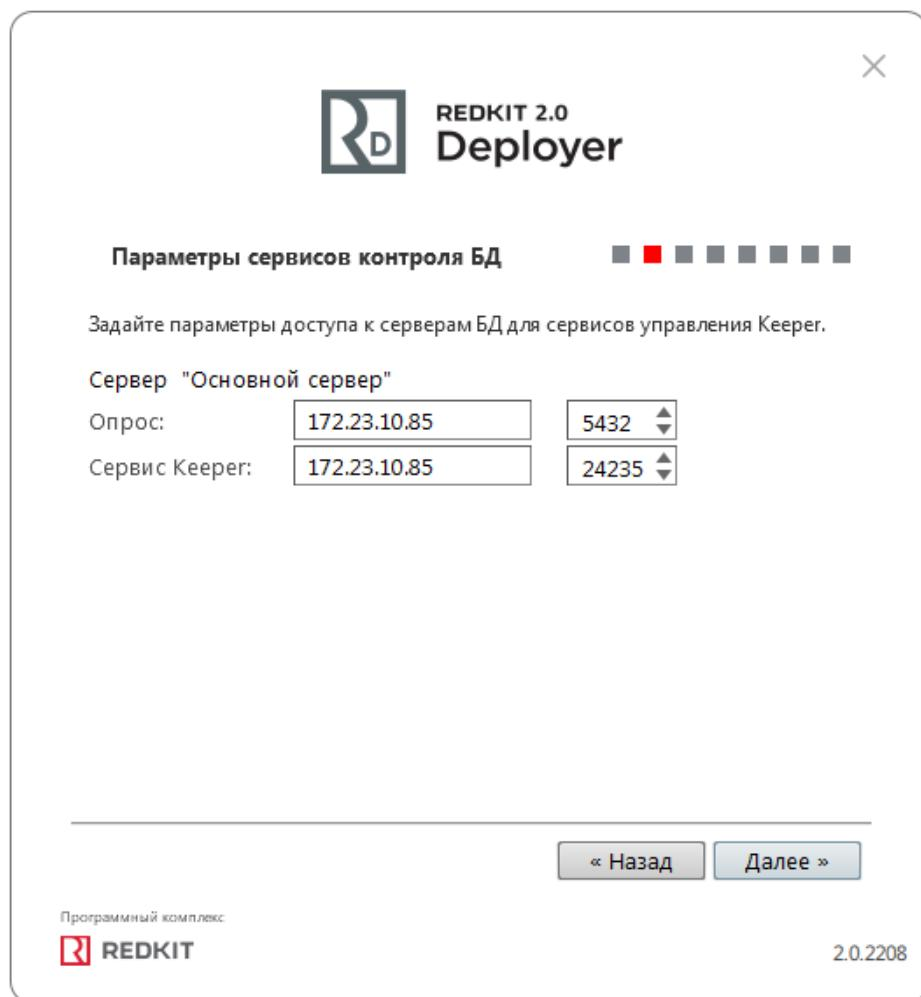

Рисунок 63 - Параметры сервисов контроля БД
6. Оставьте параметры сервисов контроля БД по умолчанию и нажмите **Далее** (Рисунок 63).